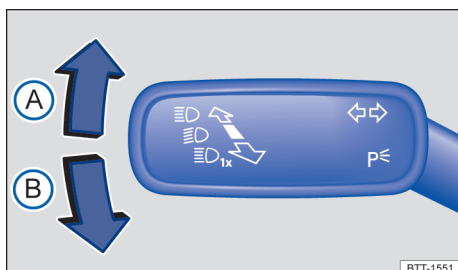

Fig. 84 La coloana de direcție stânga: maneta de semnalizare și pentru faza lungă.
2. Aduceți maneta de semnalizare și pentru faza lungă din poziția centrală în poziția necesară → fig. 84.